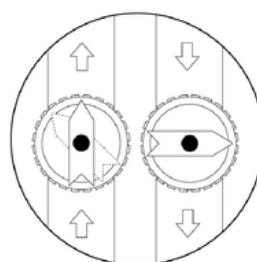

Bild 2
4. Öppna ventil för inkommande vatten sakta tills vattnet rinner i ett jämnt flöde genom backspolningsslangen. Se bild 2.